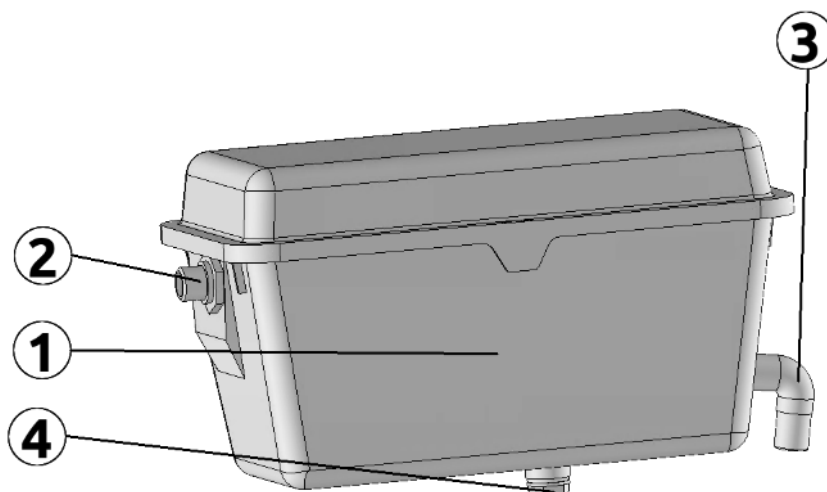

Рисунок 2.5
Бачок линии поения (рис. 2.5) представляет собой пластиковую емкость (1) с поплавковой запорной арматурой (2). Вода подается в бачок под давлением, которое регулируется в узле водоподготовки. Из бачка, через гибкий прозрачный шланг (3), вода самотеком подается в линии поения. Высота установки бачков относительно линий поения обеспечивает требуемый уровень водяного столба в ячейках клеточных батарей.